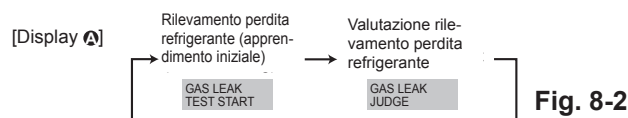

Fig. 8-2
- ② Premere il pulsante **CLOCK** (▼) e selezionare [GAS LEAK TEST START] (AVVIO TEST FUGA DI GAS). (Fig. 8-2)